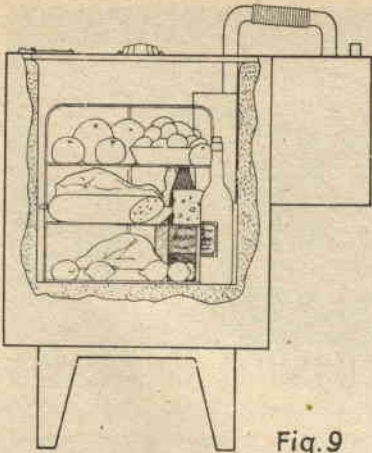

Fig. 3
B) - La Cella - (fig. 3) - Abbiamo scelto il tipo ad apertura superiore, in quanto rende più difficile l'ingresso dell'aria calda nell'interno, cosa desiderabile in un apparecchio a ciclo comandato, come il nostro.
Accostatele le une alle altre (dovranno avere i lati ben lisci) e sovrapponetevi un disco di mm. 500 di diam. ritagliato da un foglio di carta. Numerate le tavolette, e preparatene tre serie in quanto il fondo stesso dovrà esser composto da 3 strati (fig. 3/B).
3 - Bordo superiore - Con altre vecchie tavolette, portate con la pialla a cm. 1 di spessore, fate tante centine quante ne occorrono per ottenere dalla loro unione due anelli come quello di fig. 3/A. Sovrapponete poi i due anelli, sfalsando i giunti dei loro elementi, in modo da ottenerne uno solo di 2 cm. di spessore, che finirete con carta vetro.
Applicate questa specie di recipiente ad un lato dell'involucro esterno, come in fig. 3. (Siccome la lamiera usata è sottile, è conveniente applicare alla faccia interna dell'involucro ed in corrispondenza del punto di fissaggio del pezzo ora descritto un altro pezzo di lamiera che verrà immobilizzato dagli stessi ribadimenti che fissano il supporto: si eviteranno così spaccamenti dell'involucro).
l'uno sull'altro due dischi di compensato di 1 cm., come indicato in fig. 3/C e munite al centro il disco più grande di una maniglia fatta con un pezzo di cinghia.
Da una parte qualsiasi fate un taglio, largo mm. 40, lungo 110, come in fig. 3/D.
Da una vecchia carrozzeria (o presso un negozio di articoli per auto) procuratevi del bordino di gomma del tipo illustrato in fig. 3/E — un tubetto, cioè, munito di linguetta — e con piccolissimi chiodini, che debbono prendere solo la linguetta, applicatelo sul bordo del coperchio come in fig. 3/C.
Il trasmettitore descritto nel presente articolo è di facile realizzazione pratica, particolarmente indicato per chi non ha molta affinità con le radiocostruzioni. Vanta pure i pregi di economia ed alta efficienza, per quanto una sola valvola in Alta Frequenza e le basse tensioni in giuoco non consentano all'apparato potenze rilevanti; comunque può esservi aggiunto in futuro un altro stadio di A. F. con tensioni all'ordine di 400-500 Volt senza variare il circuito descritto, il quale servirebbe da «pilota» o eccitatore. Lo schema del trasmettitore è visibile in fig. 3; esso è composto di due valvole, l'oscillatore (V1) e la raddrizzatrice (V2): la prima è una EL2, ma può benissimo in sua sostituzione venir impiegata una 6V6; la seconda è una 6X5. Tutti i pezzi sono facilmente reperibili, trovandosi anche come residuo bellico. Nel montaggio, la massima attenzione e cura deve essere posta per il circuito della valvola V1; usate conduttori molto grossi per i collegamenti, curate che le saldature siano ben fatte e soprattutto eseguite collegamenti brevissimi, ricordando che da questi dipende il buon funzionamento dell'apparato. Cura va posta anche nel condensatore variabile, il quale è bene sia isolato in ceramica. Si cercherà poi di rispettare un certo ordine di separazione fra il complesso oscillante e la parte raddrizzatrice.